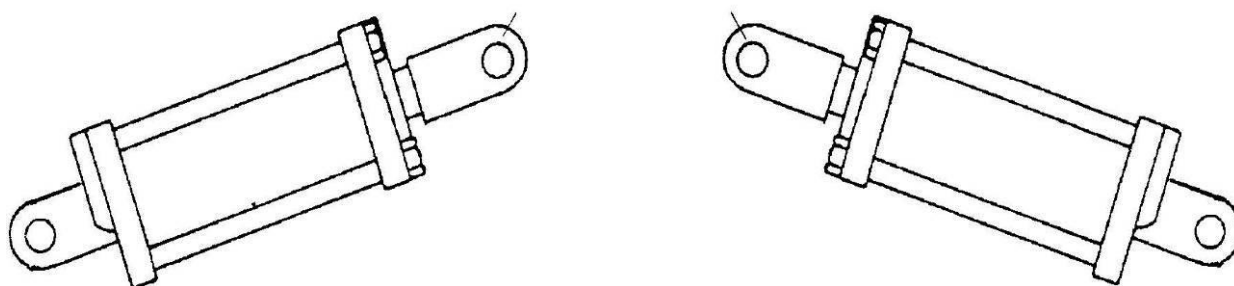

Рис. 4.6.1. Направление штоков цилиндров.
4.6.1. Установите узлы и детали гидросистемы посевного агрегата в соответствии с рис. 4.6.3-4.6.6.1. Номера узлов и деталей см. в табл. 4.6.1 - 4.6.4.1 и на бирках. Гидроцилиндры регулировки глубины заделки устанавливать штоками вверх и внутрь посевного агрегата (рис. 4.6.1).